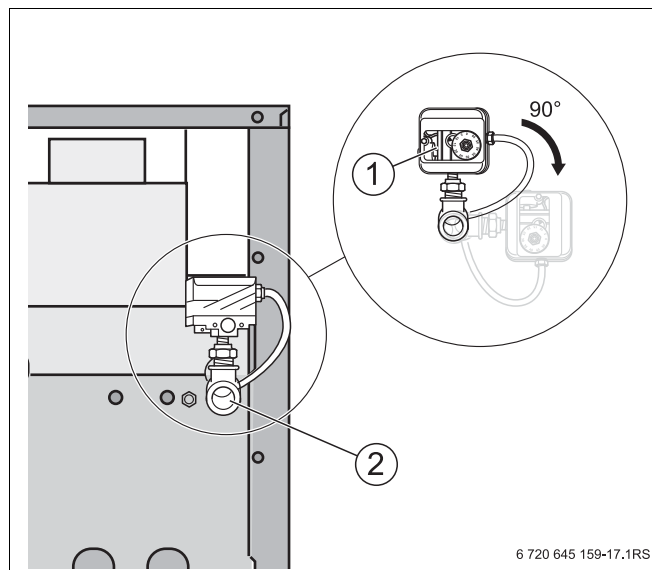

Рис. 23 Подключение газа
- Без натяжения подключить газопровод к газовому вводу котла (Рис. 23, поз. 2).
- Установить поставляемый прибор контроля давления газа (Рис. 23, поз. 1) непосредственно на штуцер отопительного котла для подключения газа (Рис. 23, поз. 2) вместе с переходником, который также входит в поставку. Прибор контроля давления газа должен при этом смотреть вверх или наружу.